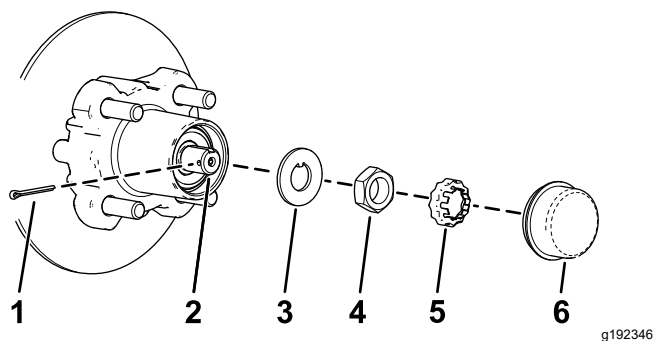
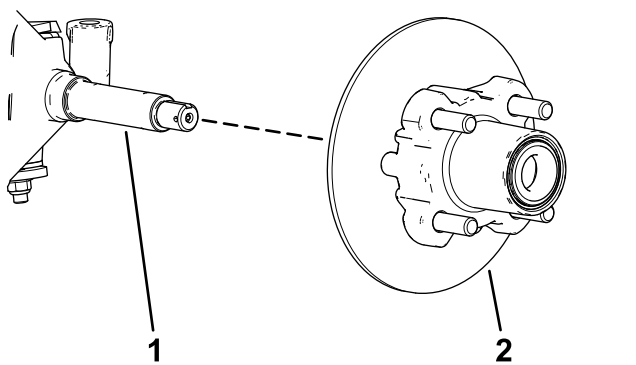

Figura 30
Figura 31
4. Rimuovete il coperchietto antipolvere dal mozzo (Figura 30).
5. Rimuovete la coppiglia e il fermadado dal mandrino e dal relativo dado (Figura 30).
6. Rimuovete il dado del mandrino dal mandrino e separate il gruppo mozzo e rotore dal mandrino (Figura 30 e Figura 31).